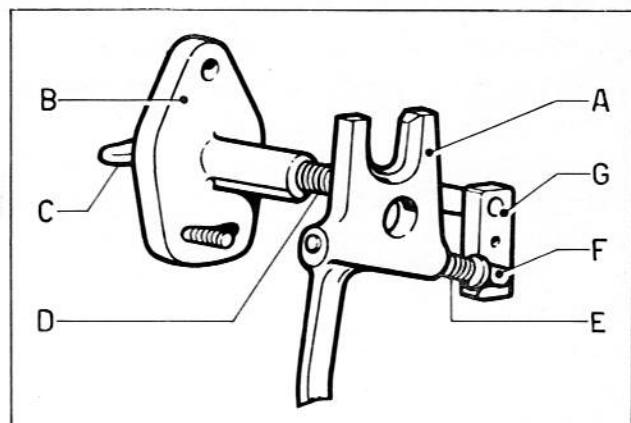

Fig. 38
Le moteur étant en marche, la came (G) (fig. 38), limite la course du levier de commande de la pompe d'injection (A), actionné par le régulateur suivant la position du support réglable (B) (voir chapitre "montage"). Au démarrage, en tirant le dispositif de supplément (C), la came est déplacée vers l'extérieur, permettant au levier (A) d'effectuer la totalité de la course et à la crémallière de la pompe d'injection de fournir le débit maximum. Après le démarrage, le régulateur ramène le levier (A) en arrière et la came (G) revient automatiquement à la position normale, sous la poussée du ressort (D). L'arrêt s'obtient en tournant à gauche le dispositif (C), de ce fait la came pousse le levier jusqu'à la position de débit nul de la pompe.
Le correcteur de couple est logé dans le levier de commande de pompe, il est constitué par un ressort taré (E) (fig. 38) et par un palpeur (F), qui, à la puissance maximum, appuie sur la came limiteur de couple (G).